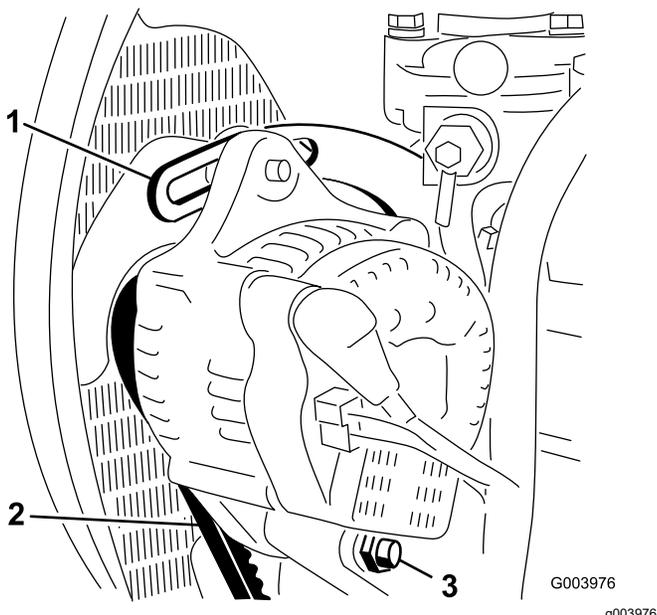

图 115
3. 检查交流发电机皮带张紧力的方法使用 10kg 的力按压交流发电机和曲轴箱皮带轮之间的皮带 图 115 中间位置。
4. 松开将交流发电机固定到支架的螺栓和交流发电机枢轴螺栓 图 115。